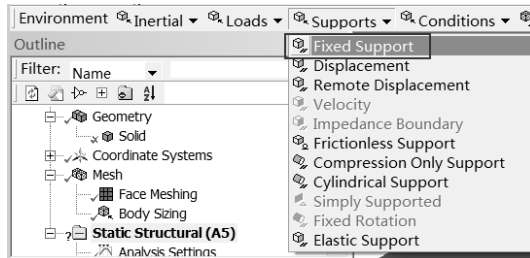

图 14-20 添加固定约束
Step2：选择 Environment 工具栏中的 Supports（约束） Fixed Support（固定约束）命令，此时在分析树中会出现 Fixed Support 选项，如图 14-20 所示。